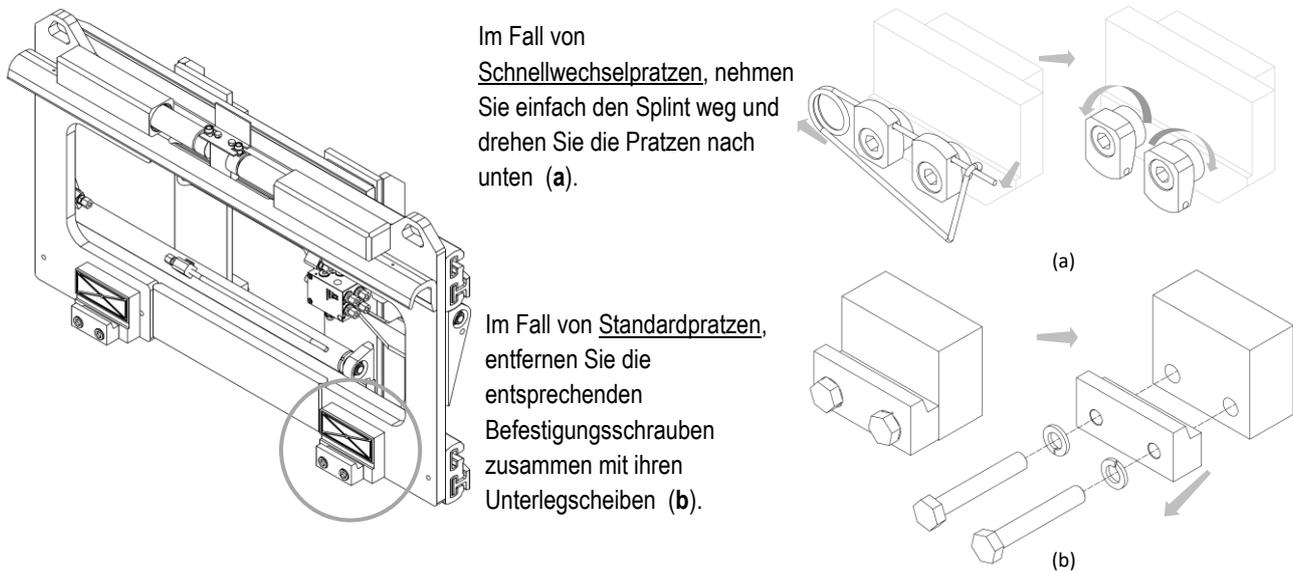

Abbildung 6
5. Entfernen Sie die unteren Haken vom Anbaugerät und fetten Sie die unteren Gleitstücke ein (siehe *Abbildung 6*).